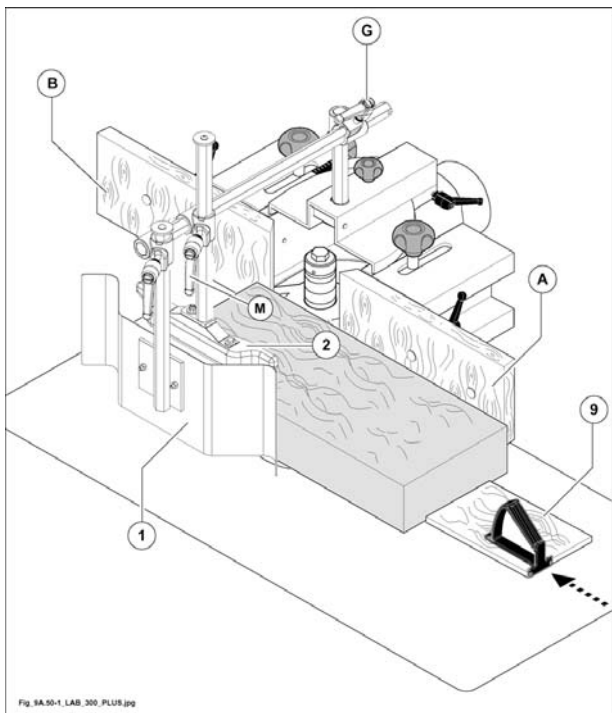

Fig. 9.50-1
- Regolare le semiguide (A e B fig. 9.50-1) secondo il diametro esterno dell'utensile.
Regolare la posizione del pressatore orizzontale (1 fig. 9.50-1) e verticale (2 fig. 9.50-1) in appoggio sul pezzo da lavorare procedendo come segue:
- Allentare la maniglia (G fig. 9.50-1) e regolare trasversalmente il pressatore (1 fig. 9.50-1) in base alla larghezza del legno da lavorare.
- Allentare la maniglia (M fig. 9.50-1) e posizionare il pressatore verticale (2 fig. 9.50-1) sul legno mantenendolo il più vicino possibile alla fresa.
- Serrare la maniglia (M fig. 9.50-1) a regolazione avvenuta.
utilizzare lo spingitore piatto (9 fig. 9.50-1) per facilitare il passaggio finale dei pezzi sotto il pressatore orizzontale (1 fig. 9.50-1).